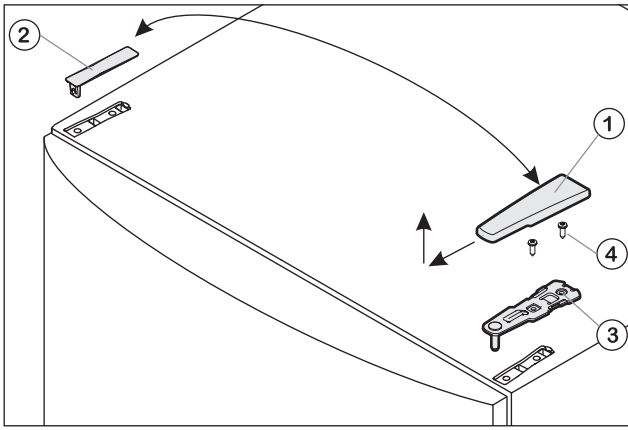

Fig.1
- Retirar a cobertura Fig. 1 (1), puxando-a para a frente e para cima.
- Levantar a cobertura Fig. 1 (2).
- Fig. 1 (3) Desaparafusar o apoio superior (2 vezes Torx® 25) Fig. 1 (4) e retirá-lo para cima.
- Montar o apoio superior Fig. 1 (3) no lado novo da dobradiça e na porta.
- Aparafusar e apertar o apoio superior (com 4 Nm) (2 vezes Torx® 25) Fig. 1 (4). Se necessário, efectuar previamente os orifícios de aparafusamento ou utilizar uma aparafusadora sem fios.
- Colocar por fora e encaixar a cobertura Fig. 1 (1) e a cobertura Fig. 1 (2) no respectivo lado oposto.